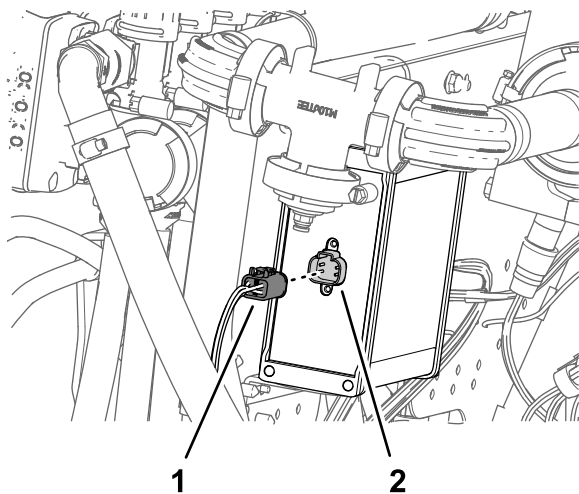

Figura 133
4. Inserte el conector hembra de 4 vías marcado TO ASC 10 en el conector de 4 pines del controlador de fumigación ASC 10 (Figura 133).